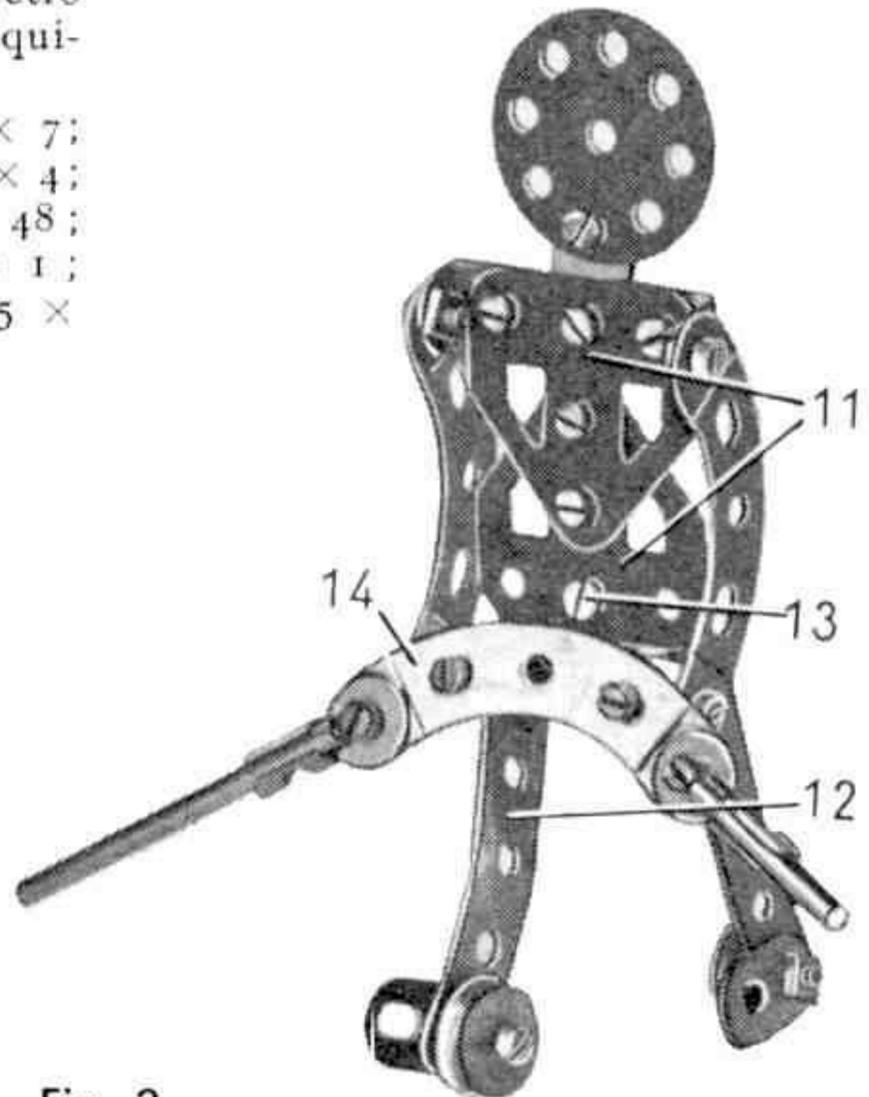

Fig. 3.
Chaque crampon de fixation (fig. 3) est formé de 2 embases triangulées coudées (7) et (8) réunies par un cavalier. Une corde (9) est passée dans les trous supérieurs des montants (4) du grand pylône et dans le trou central de l'embase triangulée (2) du petit pylône. Une rondelle est fixée sur la corde à hauteur de chaque pylône, côté intérieur. La longueur de corde comprise entre les 2 rondelles, c'est-à-dire entre les 2 pylônes, est calculée en fonction de la dimension de la table sur laquelle on veut monter le modèle.
Le funambule (fig. 3) est formé de 2 embases triangulées plates (11). La tête est un disque de 35 mm. tenu par un support plat. Les jambes sont des bandes de 5 trous (12) munies chacune d'une équerre renversée. Les 2 équerres renversées sont fixées au corps par une équerre tenue par le boulon (13). Chaque bande (12) porte à son extrémité inférieure une poulie folle de 12 mm. tenue par un boulon de 12 mm. et 2 écrous. Le boulon tient aussi un support plat représentant le pied. Les bandes (12) doivent être gauchées pour que les 2 poulies se trouvent dans l'axe l'une de l'autre.